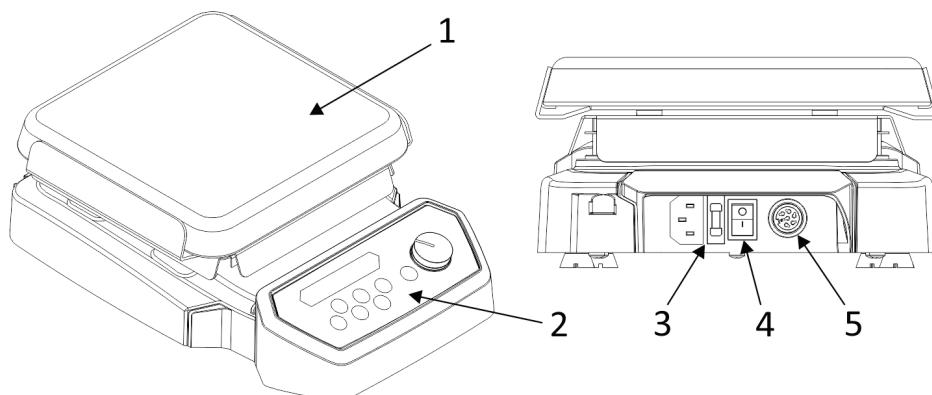
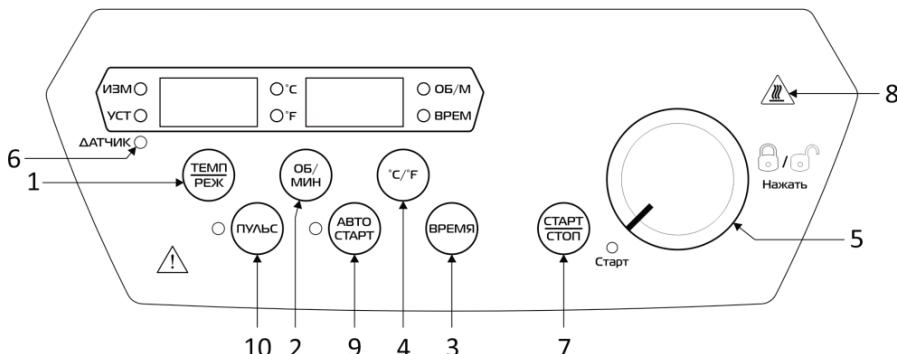

Рисунок 1
Рисунок 2
- 6.3. Мешалка выполнена в виде моноблока (Рисунок 1), в верхней части которого закреплена нагревательная платформа (1) с расположенным под ней вращающимся диском с магнитами для создания вращающегося магнитного поля. Панель управления (2) (Рисунок 2) расположена в передней части корпуса. На задней стенке корпуса имеется разъём для подключения сетевого кабеля с держателем предохранителя (3), сетевой выключатель (4) и разъём для подключения внешнего температурного датчика (5). На дне корпуса расположены четыре резиновых ножки. Нагревательная платформа изготовлена из нанокерамики, устойчивой к долговременному воздействию кислот и щелочей. Керамика обладает высокой теплопроводностью, благодаря чему достигается большая равномерность нагрева. Корпус мешалки выполнен из прочного пластика, устойчивого к воздействию агрессивных сред, влаги и образованию царапин.
**6.4.2. Кнопки (Рисунок 2). Функции кнопок управления и индикаторов приведены в Таблице 1.**
- 7.2.6. Подключить температурный датчик к разъёму в задней части мешалки (поз. 5, Рисунок 1).
задней части мешалки (поз. 3, Рисунок 1), там же находится держатель предохранителя. В мешалке используется предохранитель 5x20, 5A/250В.
- 8.1. Подключить сетевой кабель к разъёму в задней части мешалки (поз. 3, Рисунок 1) и вставить штепсельную вилку в розетку сетевого питания. На двух окнах дисплея на панели управления мешалки отобразятся надписи «**OFF**».
- 8.4. Включить выключатель питания (поз. 4, Рисунок 1). Мешалка перейдёт в режим установки порога защиты от перегрева.